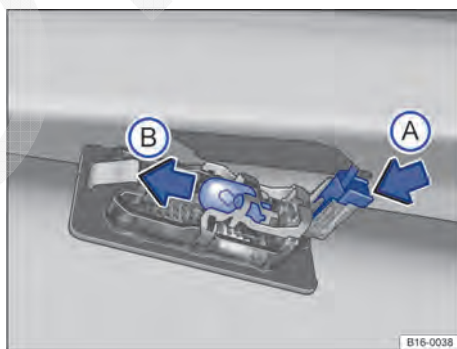

Fig. 234 Lanterna da placa de licença: desmontar a lâmpada incandescente. ►
4.	Pressionar a trava do conector no sentido da seta ⇒ Fig. 234  e desencaixar o conector.